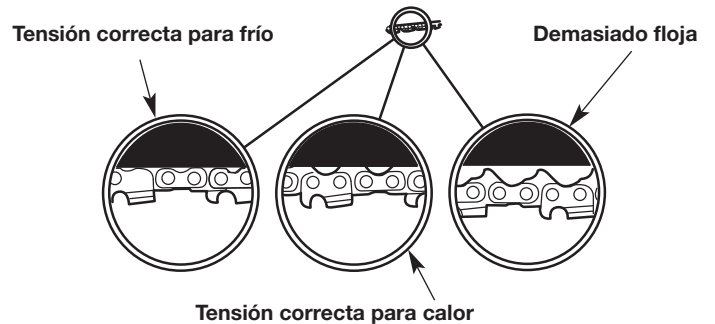

Fig. 33
La tensión de cadena deseada depende de la temperatura de la cadena de la sierra (Fig. 33).
- Tensado de cadena fría - La cadena de la sierra deberá encajar justo contra la parte inferior de la barra guía. No debe haber ninguna flojedad (Fig. 33).
- Tensado de cadena caliente - La sierra se expandirá a medida que se calienta durante la operación. Los eslabones de impulsión deben colgar aproximadamente 1/16 pulgadas (1,3 mm) fuera del surco de la barra guía (Fig. 33).